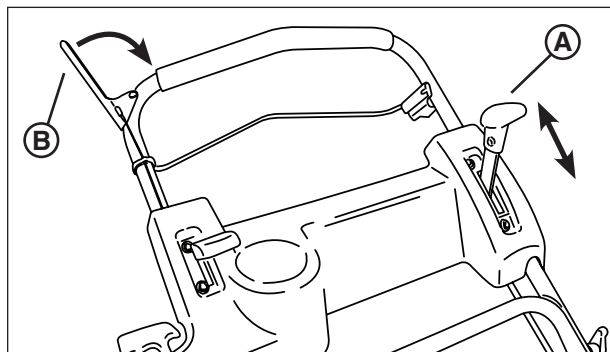

Figure 4: Commandes d'entraînement de la tondeuse
2. Déplacez la commande de régime de moteur (**A**, **Figure 4**) à la position de vitesse désirée.